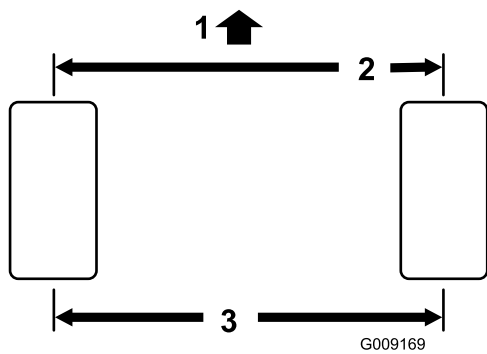

Figura 55
2. Misurate l'interasse (all'altezza dell'assale) sulla parte anteriore e posteriore dei pneumatici di sterzo (Figura 55).